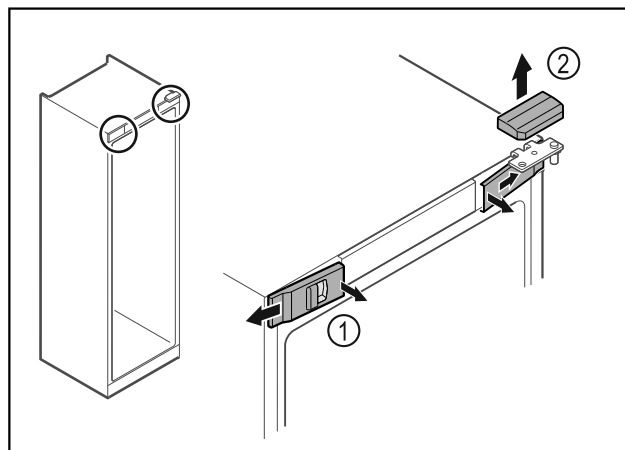

Fig. 17
- ▶ Atbrīvojiet priekšējos pārseģus Fig. 17 (1) iekšpusē un noņemiet uz sāniem.
- ▶ Noņemiet augšējo pārseģu Fig. 17 (2) uz augšu.